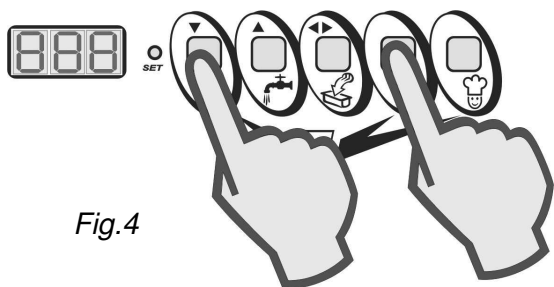

Fig.4
- Avec le cycle en cours, appuyer de nouveau sur les touches STOP et AUTOMATIQUE (Fig. 4).